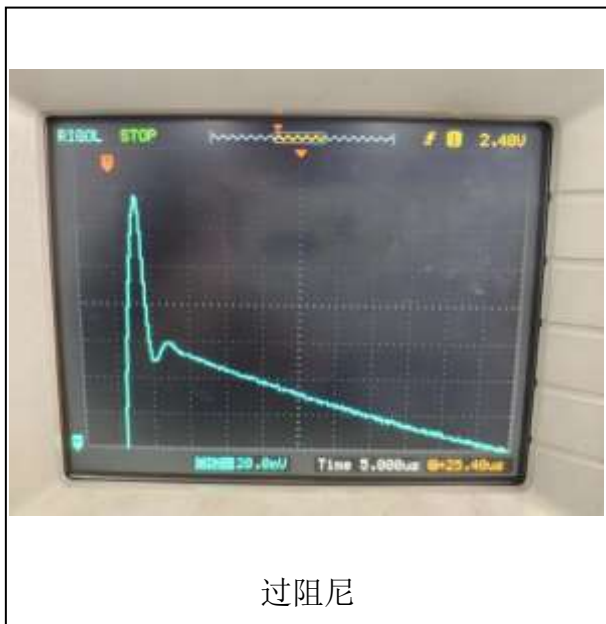

图 4.6
3) 调节变阻箱 R , 观察 RLC 二阶电路零输入响应的三种状态波形 (欠阻尼、临界阻尼和过阻尼), 将波形存储到 U 盘, 课后粘贴在图 4.6 上相应方框处。**要求:** 记录临界阻尼状态下的临界阻值: